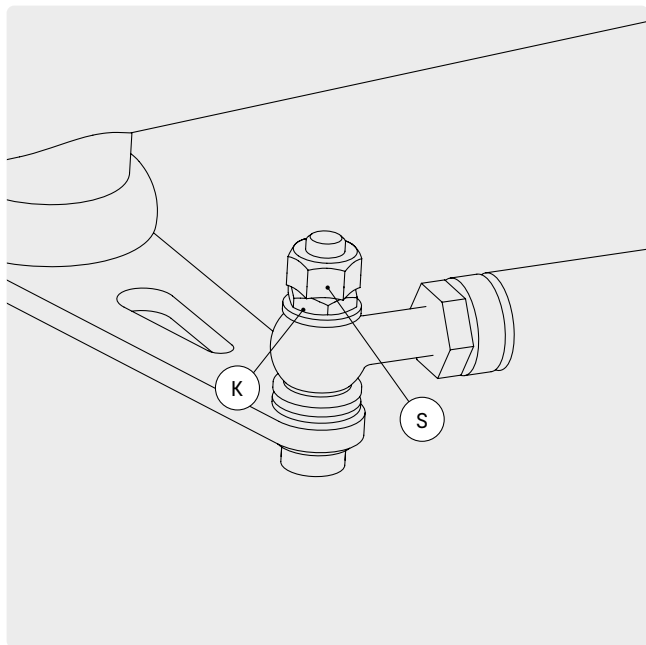

ABB. 32
- Wenn Sie eine schwergängigere Lenkung bevorzugen, ziehen Sie die flache Mutter K am Lenkgestänge etwas stärker an (Abb. 32). Dazu müssen Sie zunächst die selbstsichernde Mutter S entfernen.